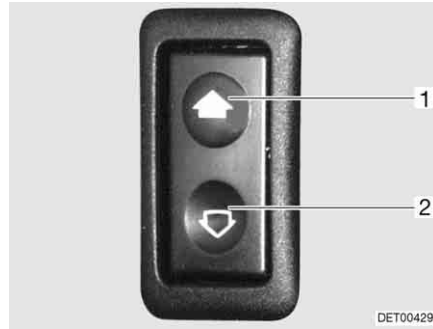

Fig. 29 Interruptor para los elevavinas eléctricos
- Abrir:** ■ Pulsar la parte inferior del conmutador (Fig. 29,2).
- Cerrar:** ■ Pulsar la parte superior del conmutador (Fig. 29,1).